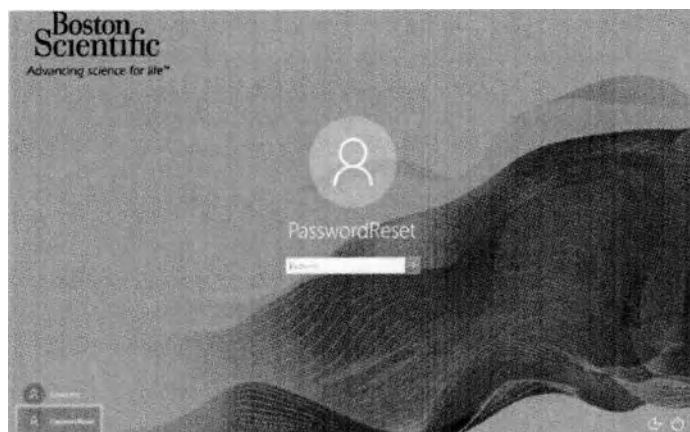

Рисунок 30. Профиль пользователя PasswordReset (Сброс пароля) на экране входа в КП.
1. На экране входа в КП нажмите PasswordReset (Сброс пароля) в профиле пользователя (Рисунок 30).